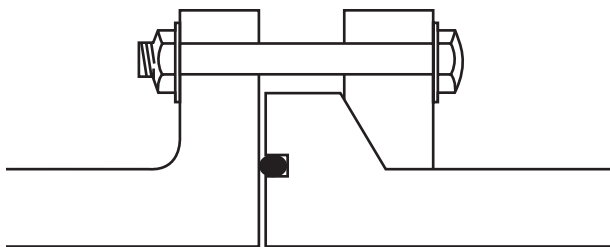

Abbildung 3-15 Losflansch mit O-Ring
- 1 einen O-Ring (Nut in der Flanschstirnseite erforderlich, siehe **Abbildung 3-15**) oder